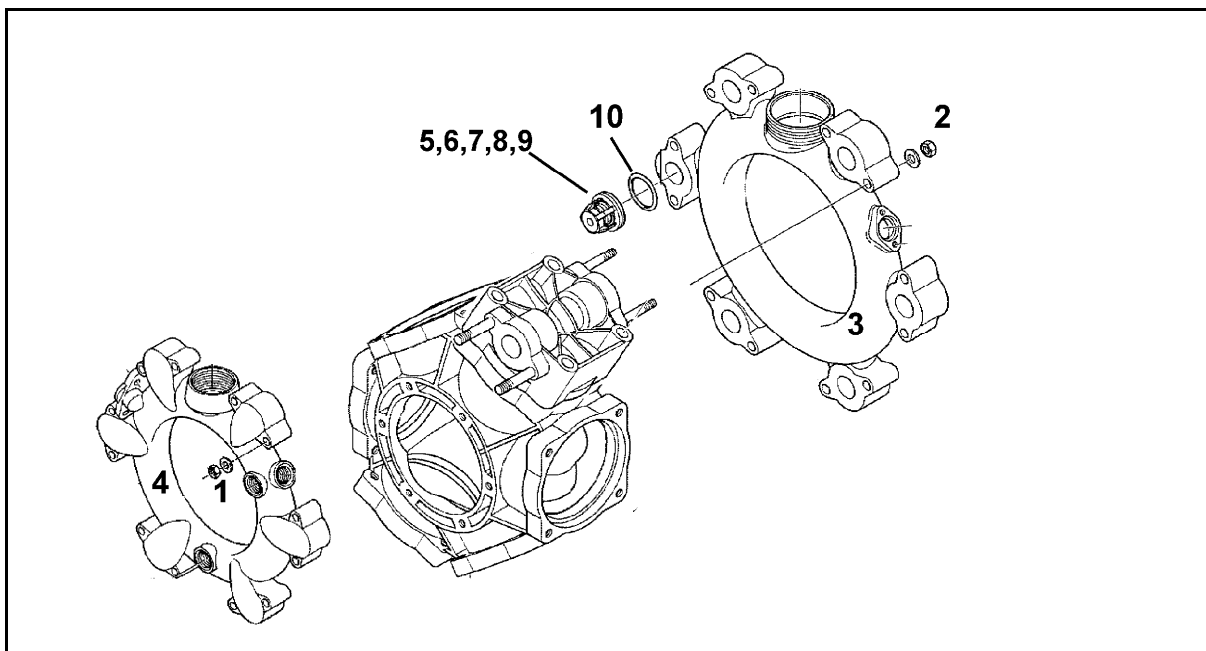

Fig. 175
1. Oliestanden skal være synlig i markeringen (Fig. 175/1), når pumpen står stille i vandret position.
2. Dækslet (Fig. 175/2) tages af og olie fyldes på, hvis oliestanden ikke er synlig i markeringen (Fig. 175/1).
2. Dækslet (Fig. 175/2) afmonteres.
5. Indgangsakslen drejes henholdsvis til højre og venstre. Samtidig hældes der langsomt nyt olie på. Den korrekte oliemængde er hældt på, når olien er synlig i markeringen (Fig. 175/1).
- Læg mærke til, hvordan ventilerne på suge- og tryksiden er monteret, inden ventilgrupperne (Fig. 175/5) afmonteres.
- Når delene igen monteres, skal De være opmærksom på, at ventilstyret (Fig. 175/9) ikke bliver beskadiget. Hvis ventilstyret bliver beskadiget, kan ventilerne blokere.
- Møtrikkerne (Fig. 175/1,2) skal strammes over kors med den anførte tilspændingsværdi. Hvis boltene ikke er spændt korrekt, bevirker det, at pumpen bliver utæt
2. Fjern møtrikker (Fig. 175/1,2).
3. Suge- und trykrør (Fig. 175/3 og Fig. 175/4) afmonteres.
4. Ventilgruppen (Fig. 175/5) afmonteres.
5. Det kontrolleres om ventilsæde (Fig. 175/6), Ventil (Fig. 175/7), ventilmfjeder (Fig. 175/8) og ventilstyr (Fig. 175/9) er beskadiget eller slidt.
6. O-Ringen (Fig. 175/10) fjernes.
8. Efter at ventilgruppen (Fig. 175/5) er kontrolleret og rengjort, monteres ventilgruppen igen.
9. Nye O-ringe (Fig. 175/10) monteres.
10. Suge- (Fig. 175/3) og trykkanal (Fig. 175/4) monteres på pumpehuset.
11. Møtrikkerne (Fig. 175/1,2) spændes over kors med en tilspændingsværdi på **11 Nm**.